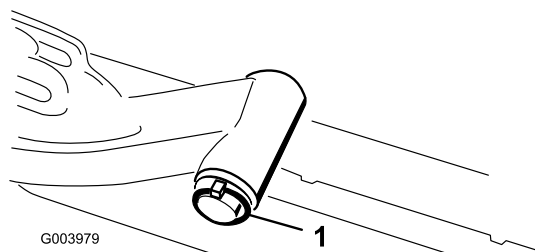

図 16
- A. 昇降アームのピボットシャフトを昇降アームに固定しているリンチピンとワッシャを外し、昇降アームからピボットシャフトを抜き出す（図 16）。
- C. 昇降アームのシャフトを昇降アームに差し込み、ワッシャとリンチピンで固定する（図 16）。